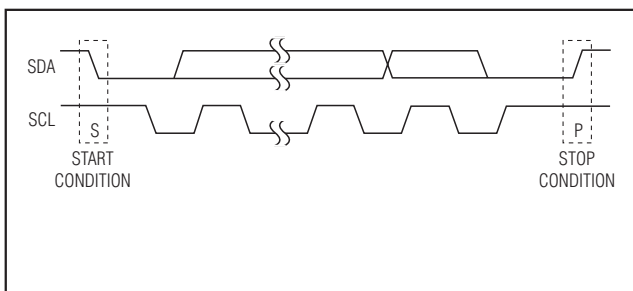

図2. STARTおよびSTOP状態
転送はそれぞれ、マスタが送信するSTART状態、それに後続するMAX7326の7ビットスレーブアドレスおよびR/Wビット、1バイトまたは複数バイトのデータバイト、および最後のSTOP状態から構成されています(図2)。
インタフェースがビジーでない場合は、SCLおよびSDAはともにハイ状態を維持します。SCLがハイの間に、マスタはSDAをハイからローに遷移させて、START (S)状態にて転送開始を通知します。マスタはスレーブとの通信を終了すると、SCLがハイの間に、SDAをローからハイに遷移させて、STOP (P)状態を発行します。この時、バスは別の転送に対して開放されています(図2)。